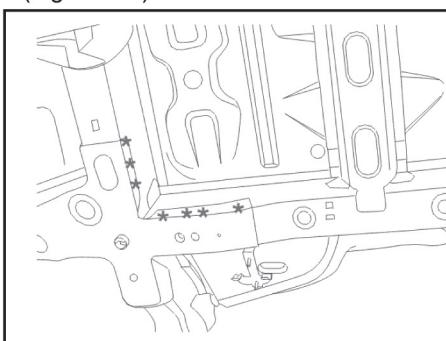

Fig. Car.42
- Découper par fraisage des points (Fig.Car.42).